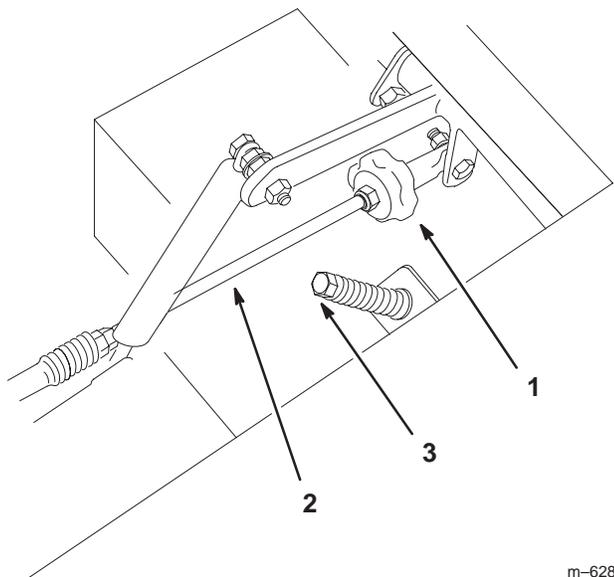

Figure 56
2. Réglez la longueur de la tige de pompe en tournant le bouton dans le sens voulu, jusqu'à ce que la roue soit immobilisée ou tourne légèrement en arrière (Fig. 56).